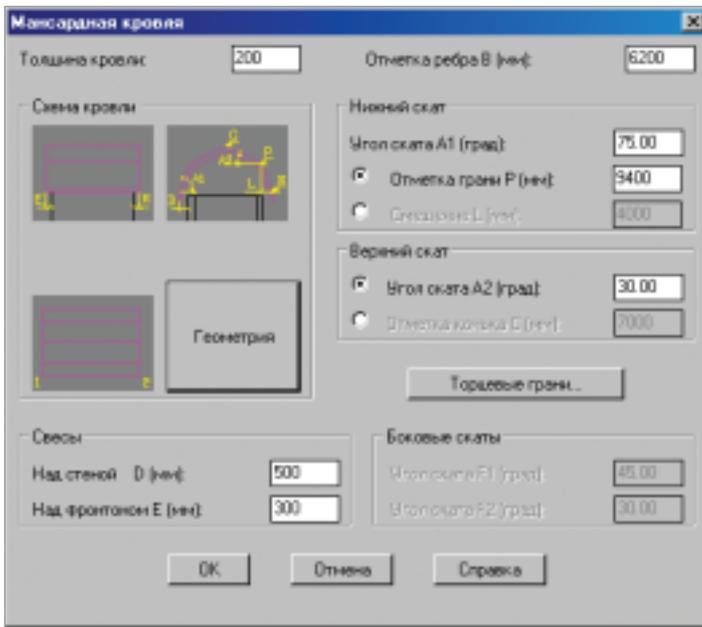

Рис. 10
- позволяет формировать плоские и скатные кровли сложных форм, используя базовые конфигурации одно-, двух-, трех-, четырехскатных и шатровых кровель (рис. 10);